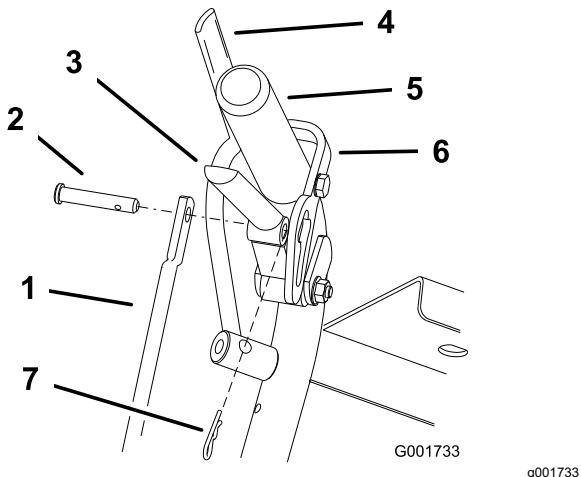

Bild 36
1. Lassen Sie den Antriebshebel los und entfernen Sie den Splint und Lastösenbolzen, um die Länge der Stange einzustellen (Bild 36). Drehen Sie die Stange im Stangen-Anschlussstück (Bild 36).
4. Stecken Sie den Lastösenbolzen in den Antriebshebel (Bild 36).
6. Stecken Sie den Splint zwischen den Antriebshebeln und den Neutralarretierungen in die Lastösenbolzen (Bild 36).